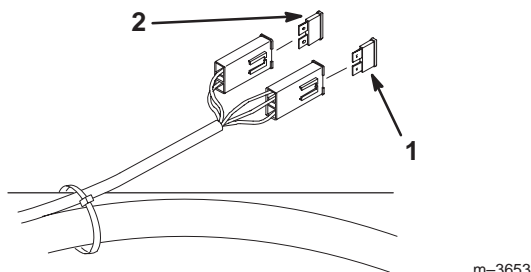

Figure 75
2. Pour remplacer un fusible, tirez dessus pour l'enlever (Fig. 75).